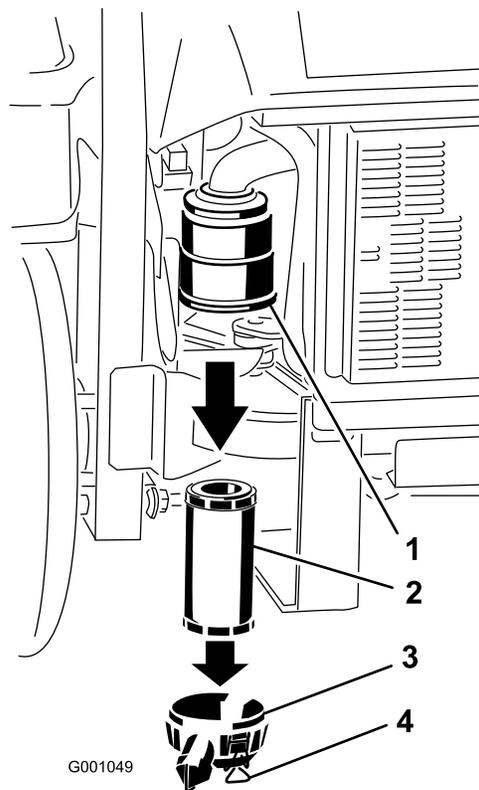

Рисунок 57
3. Освободите защелки воздухоочистителя и отделите крышку от корпуса воздухоочистителя (**Рисунок 57**).
5. Осторожно извлеките фильтр из корпуса воздухоочистителя (**Рисунок 57**).